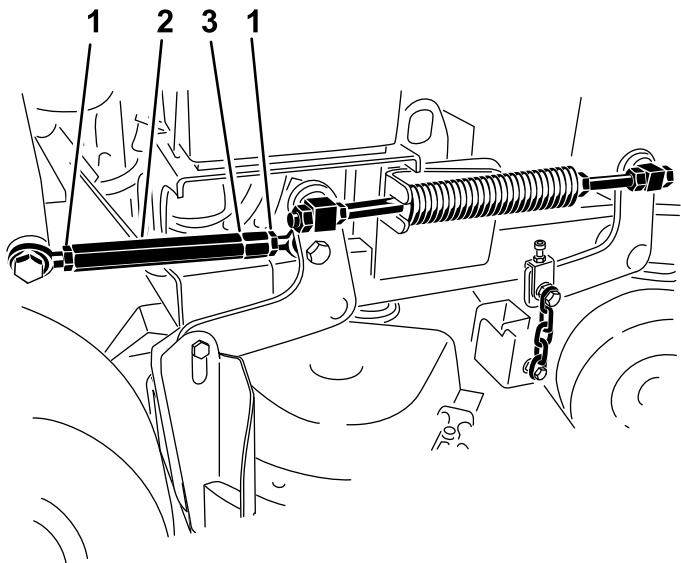

Figura 83
4. Allentate i controdadi a entrambe le estremità del tenditore (Figura 83).
- Nota:** L'estremità del tenditore con una scanalatura ha filetti sinistrorsi (Figura 83).